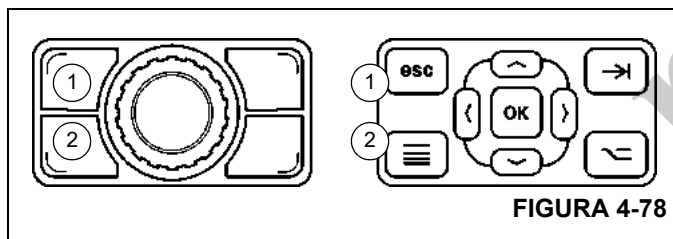

FIGURA 4-78
Para sair da Tela de vista da câmera, pressione o Botão Tela Principal (1, Figura 4-78) ou o Botão Tela do Menu (2).